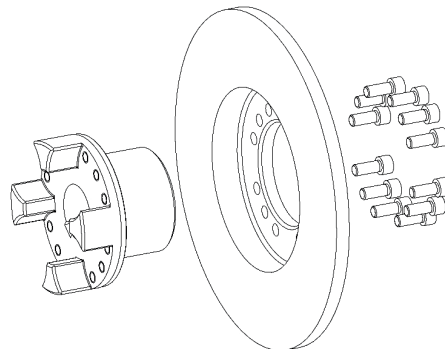

Рис. 7 Монтаж тормозного барабана / диска на FN-ступицу
- Установите тормозной барабан/диск на FN-ступицу (см. рис. 7). Свинтите детали сначала вручную.